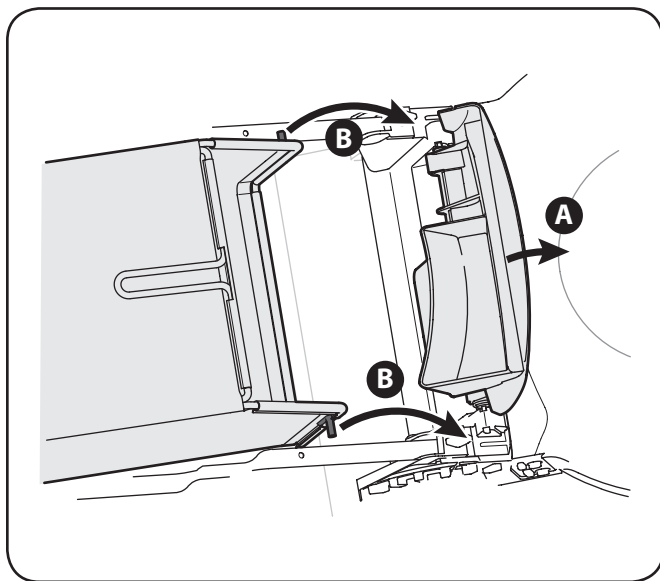

Figura 3-8
- b. Lugar de colección de césped en las ranuras en el mango entre corchetes como se muestra en Figura 3-8. Suelte la puerta de descarga de modo que descance sobre el colector de césped.